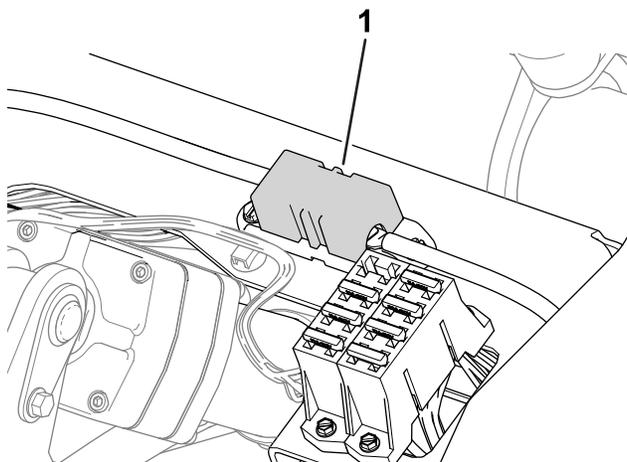

図 44
- 右ホイールモータのヒューズ60 Aは座席下にあります 図 44。